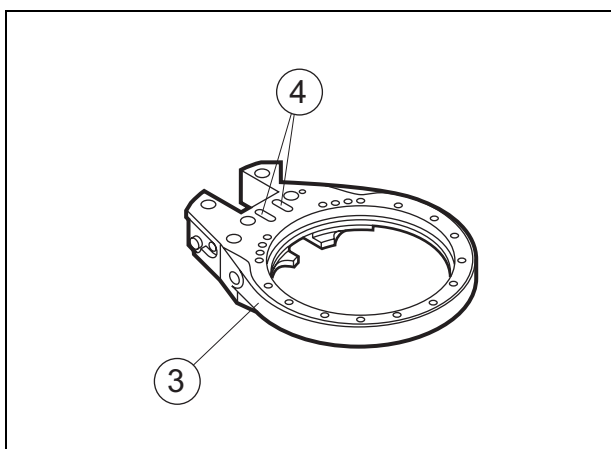

Fig. 18 Dispositif de tensionnage
5. Examiner et nettoyer les fentes (4). Voir Fig. 18.